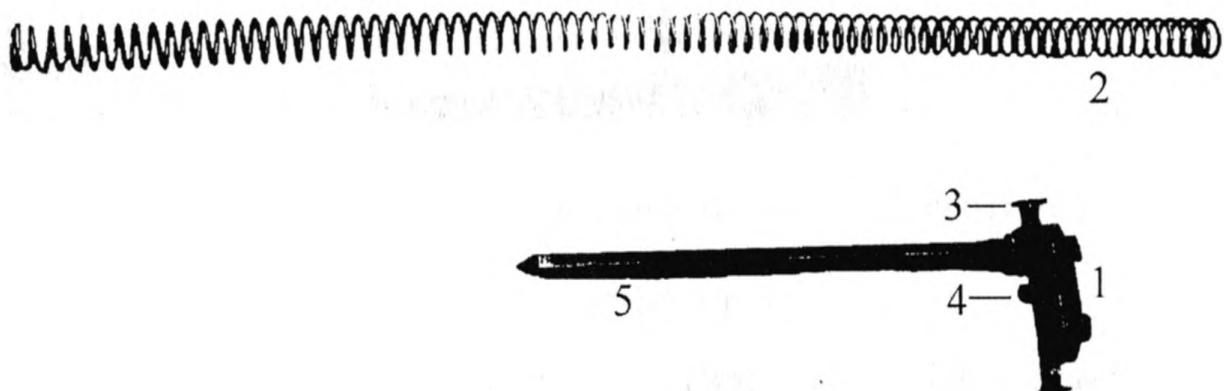

Рис. 26
Возвратный механизм (рис. 26) служит для возврата затвора в крайнее переднее положение и удержания затвора в переднем положении. Возвратный механизм состоит из основания (1) и возвратной пружины (2).